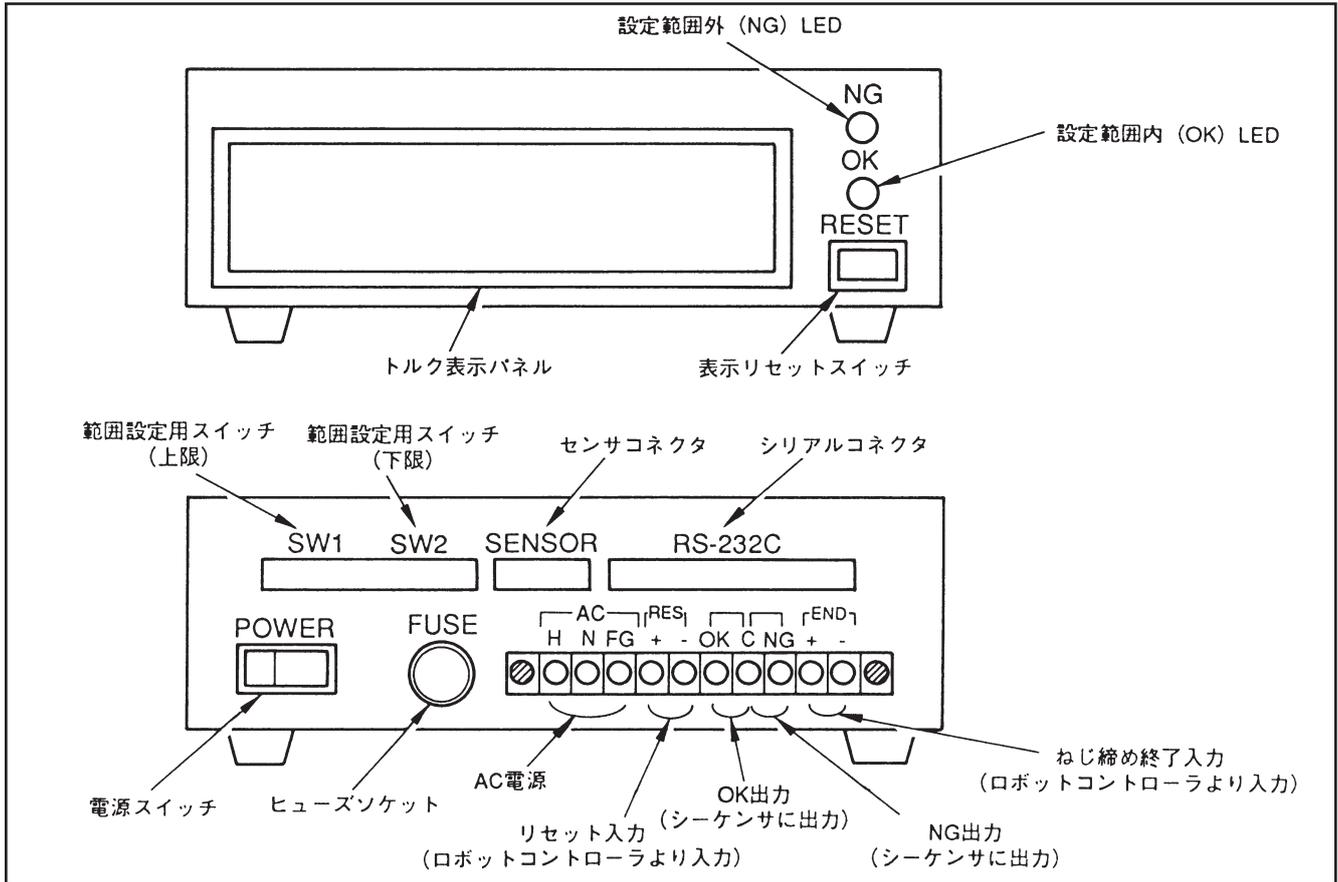

図1-9 トルク表示器各部の名称
3.2.2 トルク表示器各部の名称 トルク表示器の各部の名称を図1-9に示します。